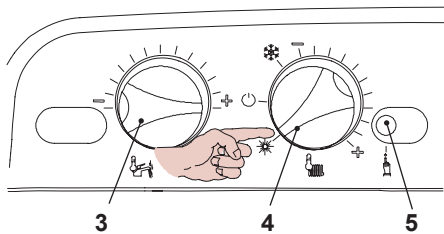

Fig. 9.8
- Posizionare le manopole del pannello comandi come indicato in Fig. 9.8.
- Per entrare nella modalità Spazzacamino bisogna entrare in programmazione premendo per 15 secondi il pulsante di ripristino 5 in Fig. 9.8 fino alla comparsa del parametro P01.
- Premere il pulsante di ripristino 5 in Fig. 9.8, per lo scorrimento dei vari parametri sino al raggiungimento del parametro valido per il settaggio della modalità Spazzacamino. Sul